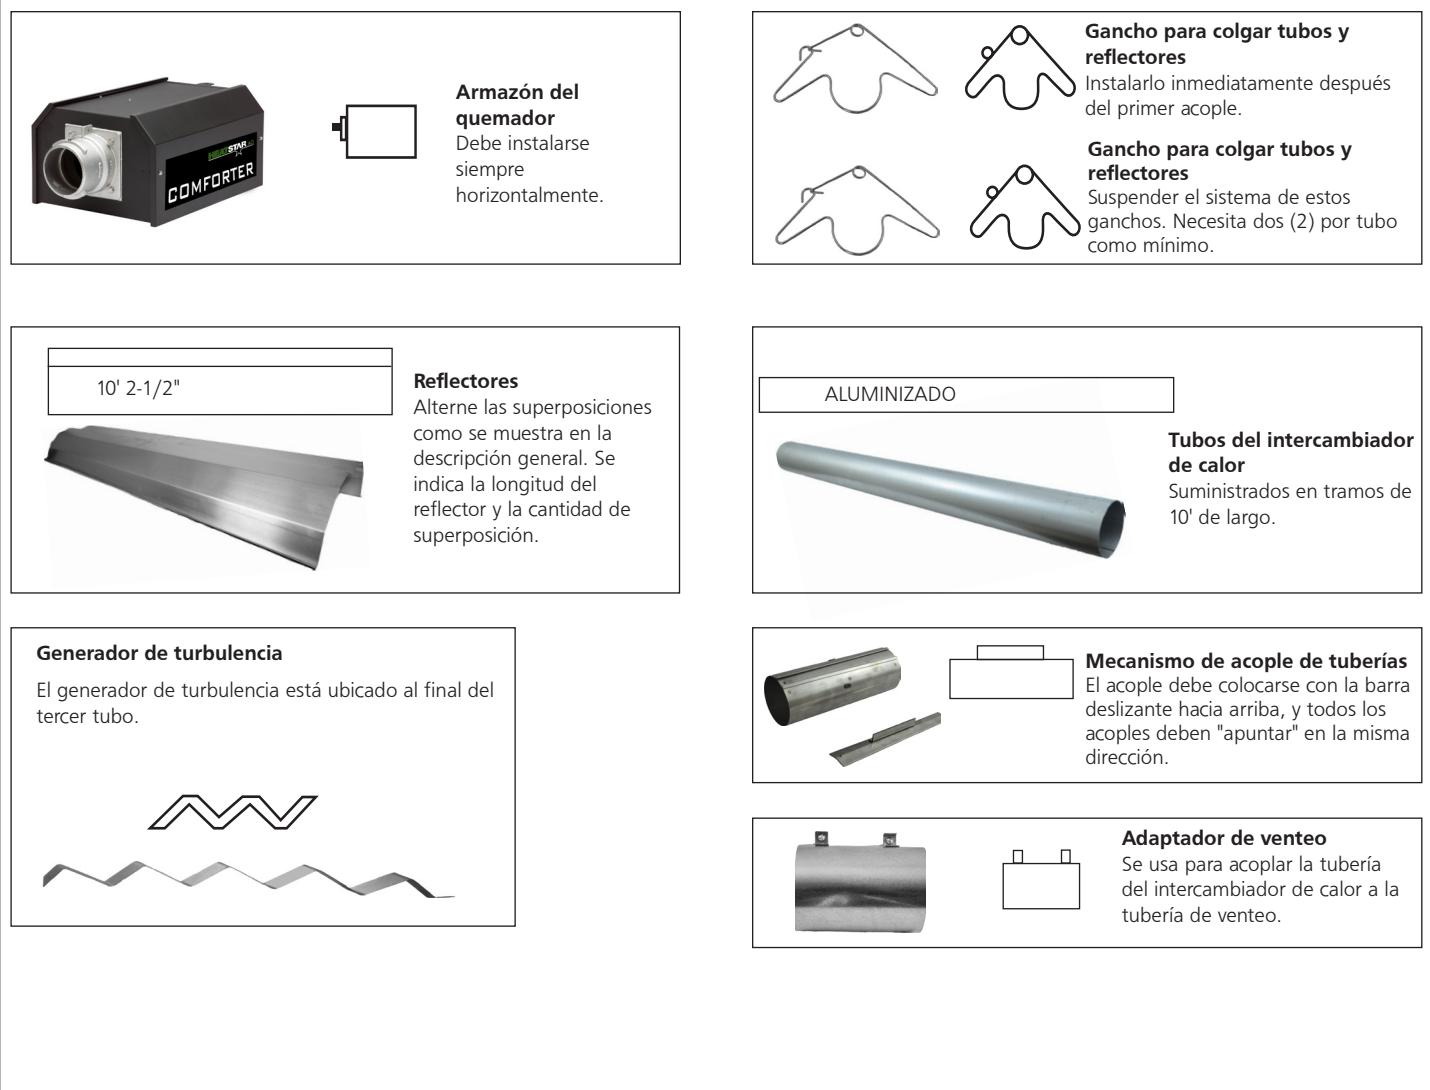

FIGURA 2A: Heatstar AG Model HSAG-40
- Planear los soportes para el lugar (ver la Figura 2A-D de la página 8). Colocar un soporte cerca de todos los codos.